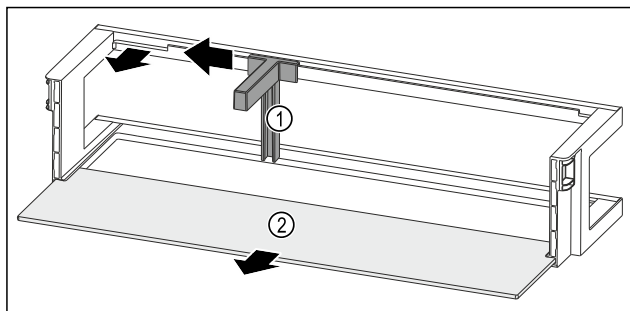

Fig. 187 Balconnet de contre-porte avec range-bouteilles et tablette de rangement
- Pousser le range-bouteilles Fig. 187 (1) sur le côté jusqu'à l'évidement.
- Retirer le range-bouteilles Fig. 187 (1).
- Retirer la tablette de rangement Fig. 187 (2).